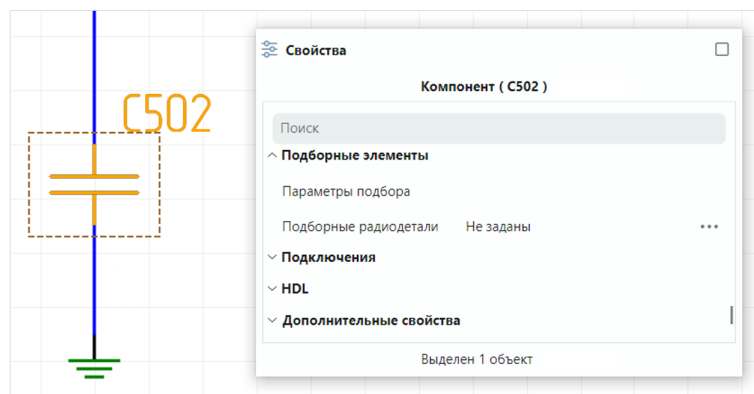

Рис. 90 Отображение раздела «Подборные элементы» в свойствах
Для радиодеталей, относящихся к семействам: конденсаторы (C), дроссели (L) и резисторы (R), доступна дополнительная категория свойств – «Подборные элементы», см. Рис. 90.